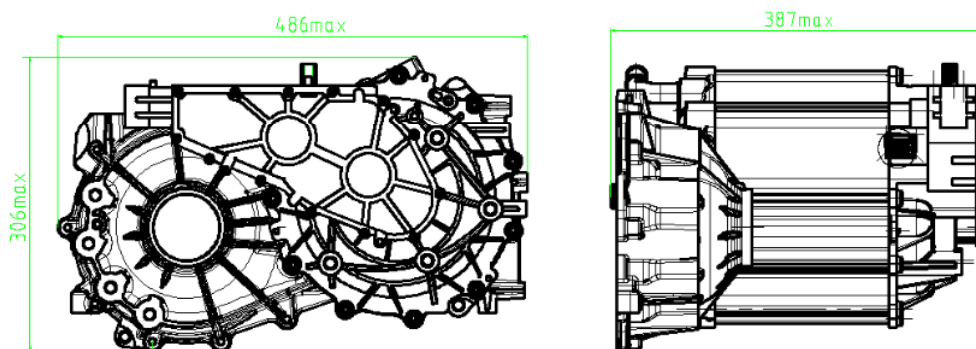

图 8
3. 驱动电机外观尺寸大小 A×B×C=486mm×387mm×306mm（带总成前箱体，见下图 8）：